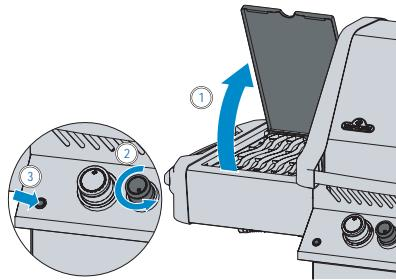

Bild 2
5. Om brännaren inte tänder – vrid brännarens vred medurs till AV-positionen. Vänta 5 minuter. Upprepa steg 3 och 4. (Bild 2)
4. Om brännaren inte tänder – vrid brännarens vred medurs till AV-positionen. Vänta 5 minuter. Upprepa steg 2 och 3. (Bild 2)